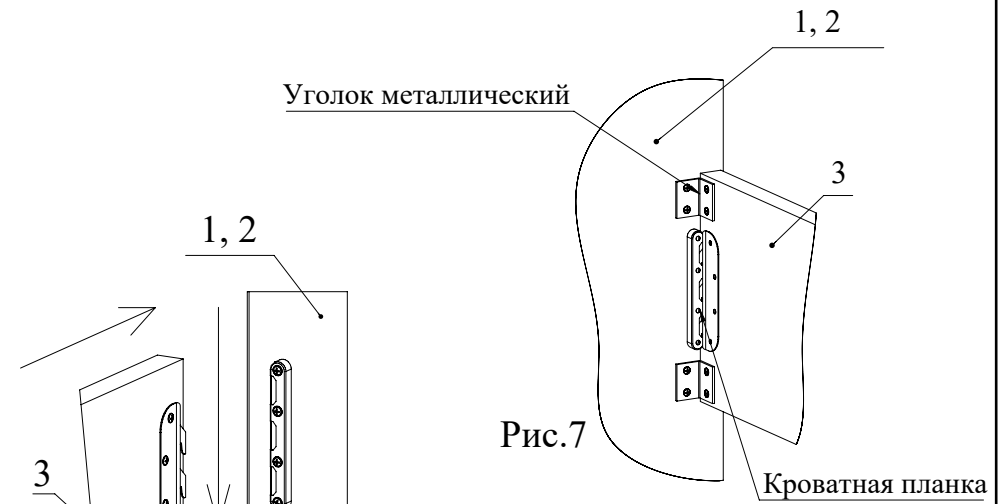
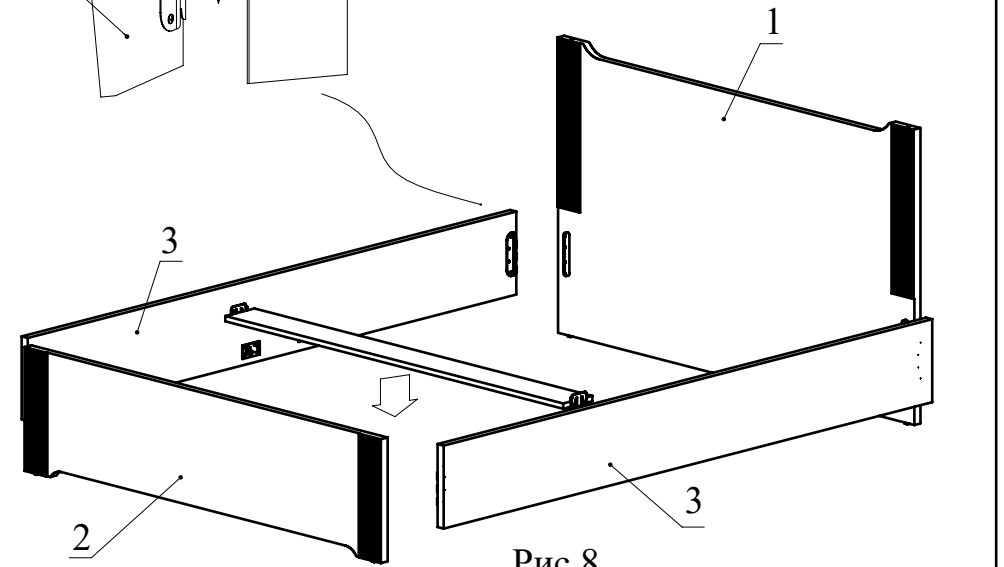

Рис.7
Рис.8
8. Соберите каркас кровати заводя в пазы кроватных планок зубчатые зацепы кроватных стяжек и стяжек клиновых с последующим фиксированием их надавливанием вниз до упора (Рис. 7). Шурупами 3,5х16 прикрутите уголки (Рис. 8).